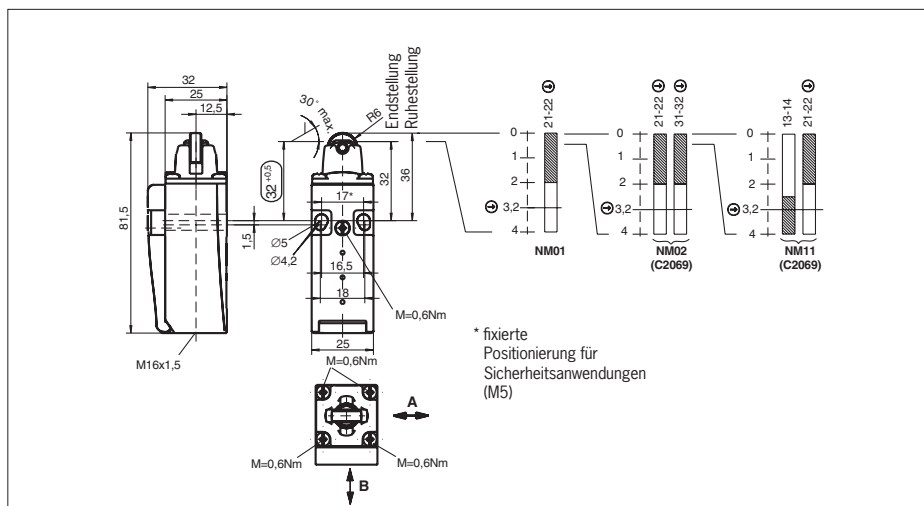
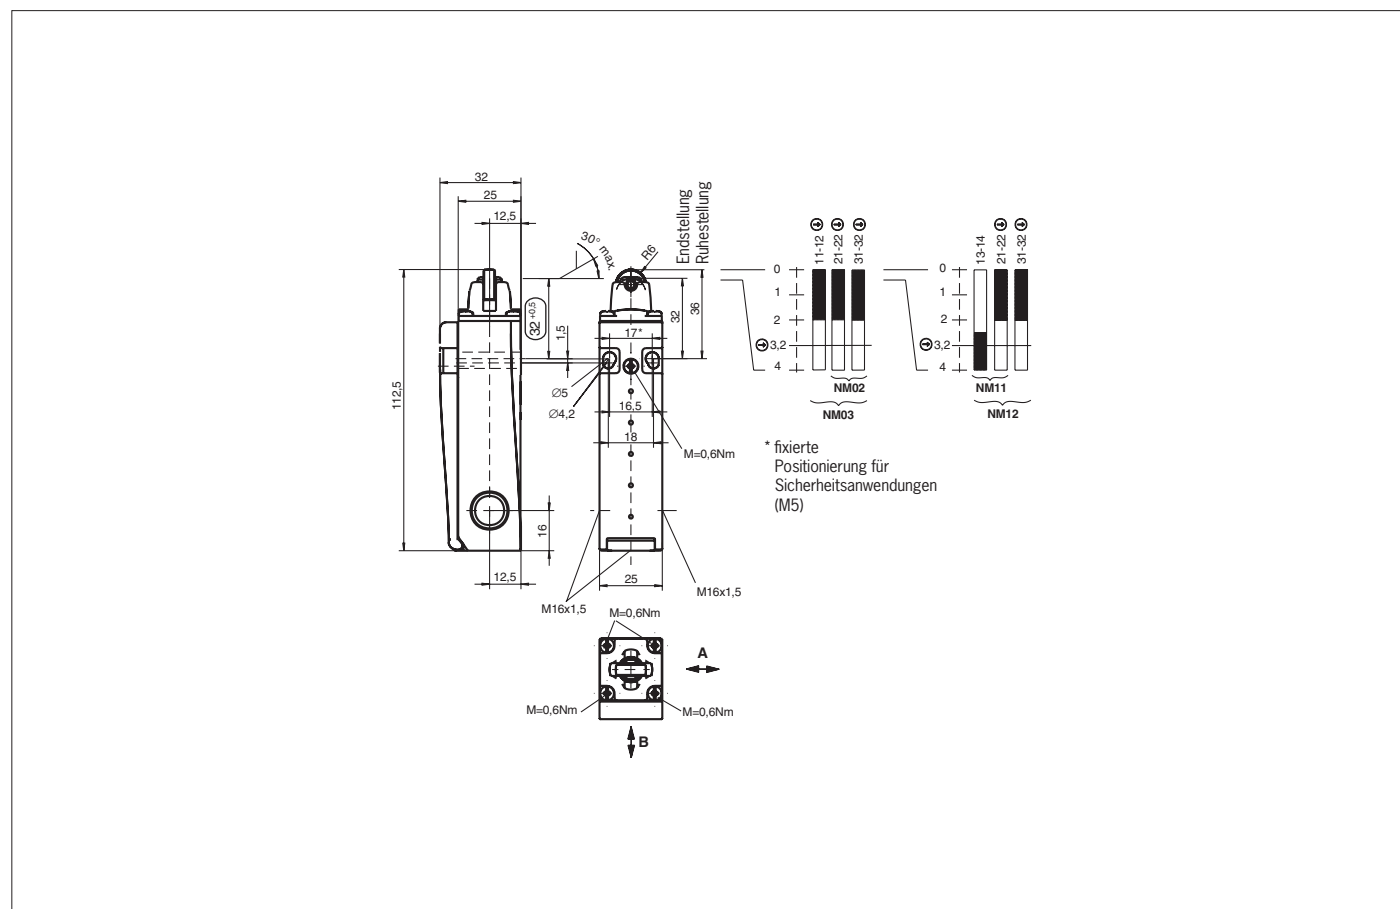

Bild 4: Maßzeichnung und Schaltwegdiagramme NM01RB / NM..RB..C2069
Bild 7: Maßzeichnung und Schaltwegdiagramme NM11RB / NM02RB / NM12RB / NM03RB
- ▶ **The following applies to NM..RB:** To ensure correct operation, the trip dogs must be fitted as per the dimension  $(32^{+0.5})$  (see Fig. 4 and Fig. 7).